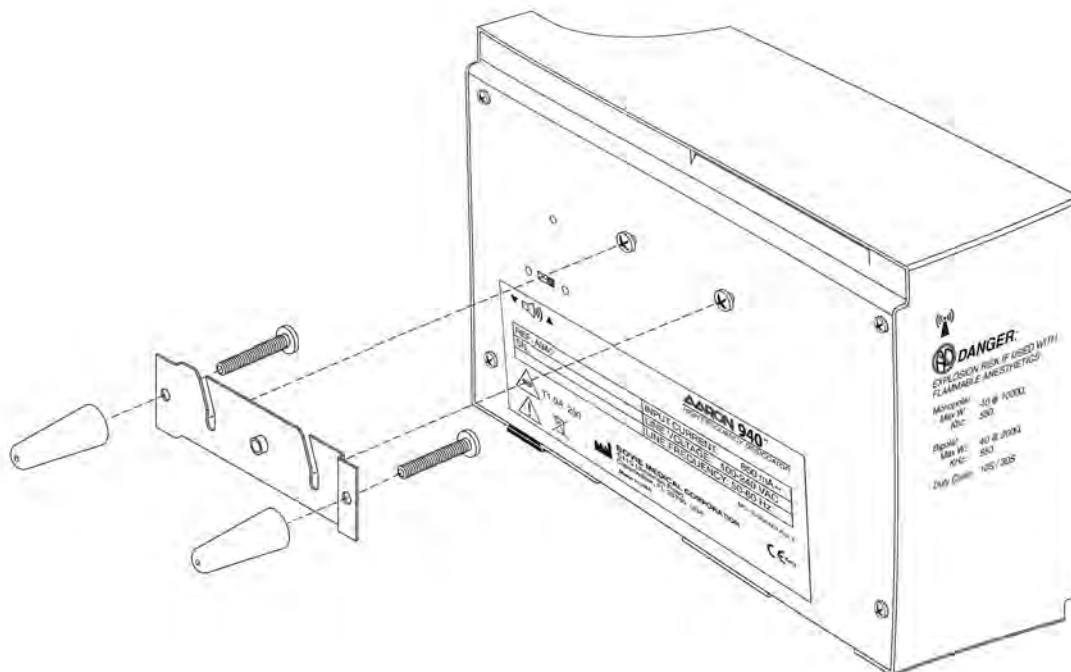

Figura 1
1. Monte el Aaron 940™ en la pared o en el soporte móvil opcional con ayuda del kit de montaje estándar (consulte la figura 1). No utilice la unidad en posición horizontal, dado que se pueden producir derramamiento de líquidos en el interior de la unidad.